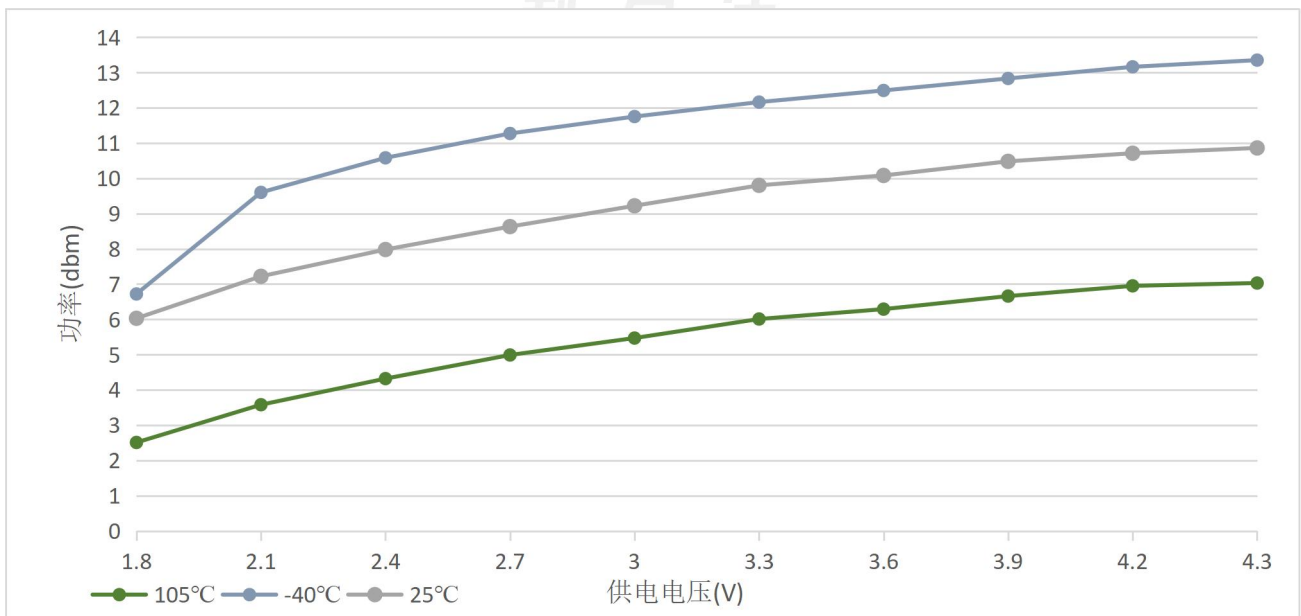
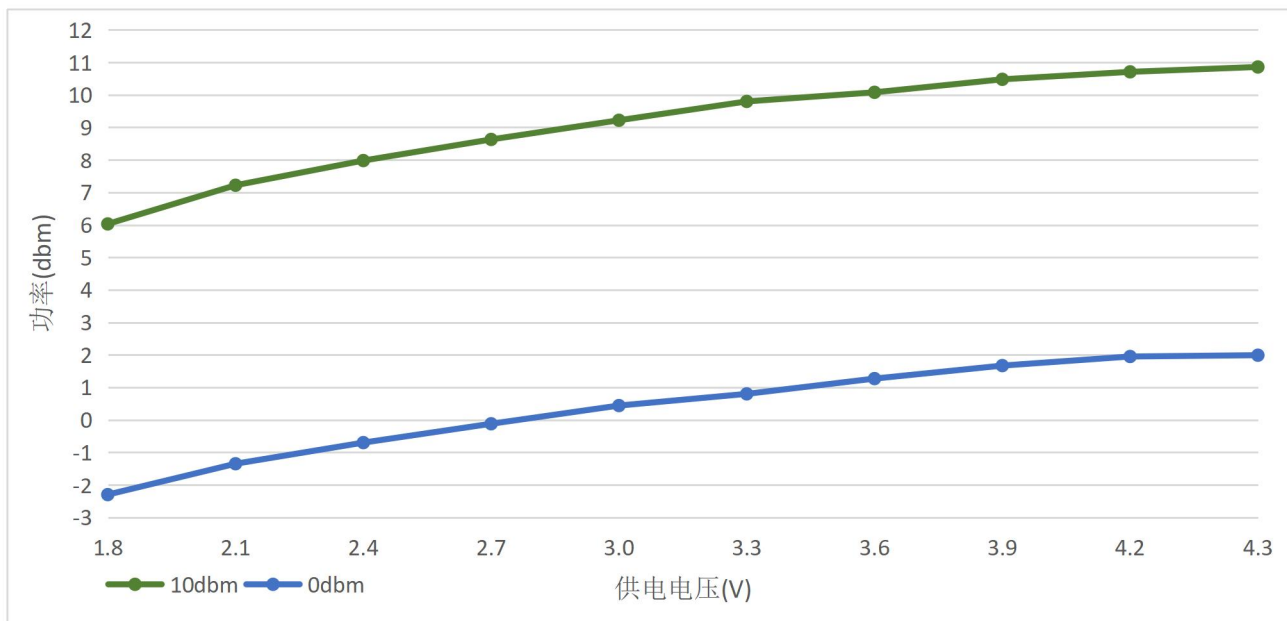

图 5.5 模组在不同温度下发射功率随电压变化曲线
图 5.6 模组常温下发射功率随电压下变化曲线
(1) 表 5-2 的数据是模组 3.3V 供电，25°C 的条件下测得的；
(2) 模组在-40°C 和 +105°C，1.8V 以及 4.3V 的工作条件下的发射功率见图 5.5 和图 5.6。
- (1) 图 5.5 配置的发射功率为 10dbm。
- (2) 图 5.6 中的模组配置 10dbm 或是 0dbm 皆为常温 3.3V 下的配置。